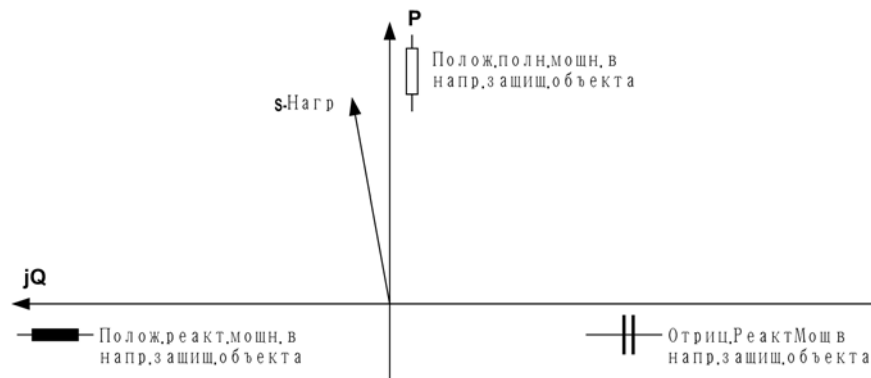

Рисунок 3-41 Полная мощность
- При включенном выключателе, величины мощности можно считать с дисплея на лицевой панели терминала или с ПК, подключенного через интерфейс оператора или сервисный интерфейс, в первичных или вторичных величинах. А также программа Web-monitor обеспечивает удобную помощь, представляя сопоставления токов и напряжений на векторных диаграммах. Верное или неверное чередование фаз можно легко определить (см. рисунок 3-41).